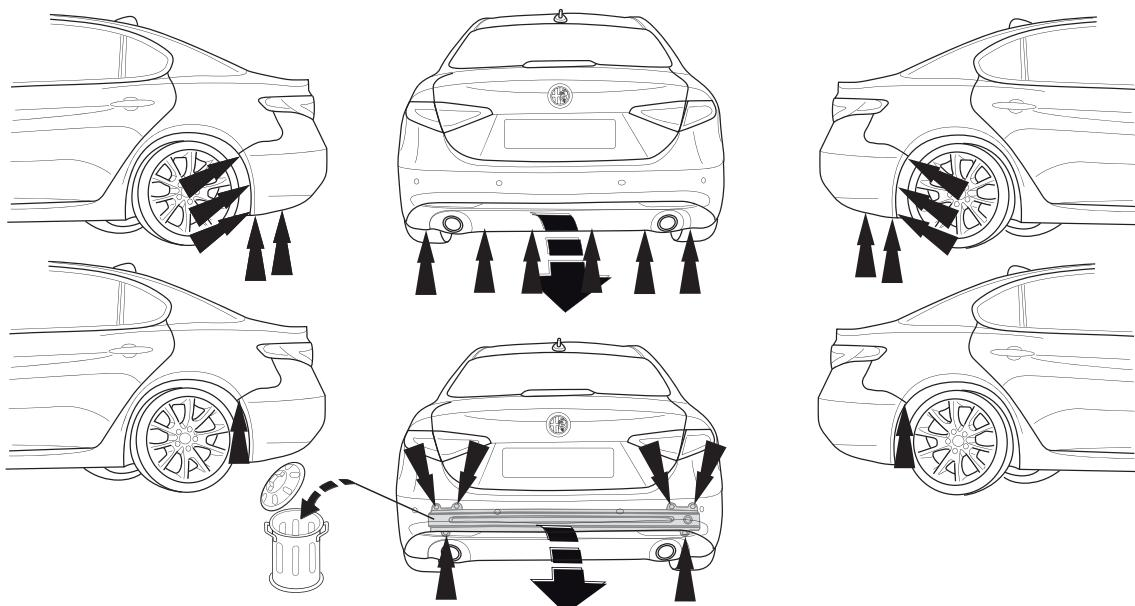

Fig. 1
1. Снять оба блока задних фар. Снять бампер вместе со стальным буферным бруском автомобиля. Буферный брус больше не понадобится. См. рисунок 1.